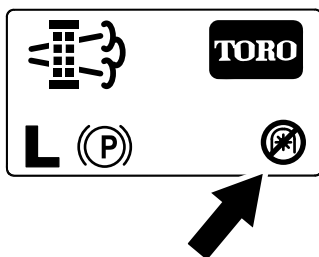

Figura 50
**Nota:** La pantalla de inicio muestra el icono de toma de fuerza desactivada (Figura 50).
**Nota:** La pantalla de inicio muestra el icono de toma de fuerza desactivada; consulte la Figura 50 en Mensajes de regeneración con la máquina aparcada \(página 38\).